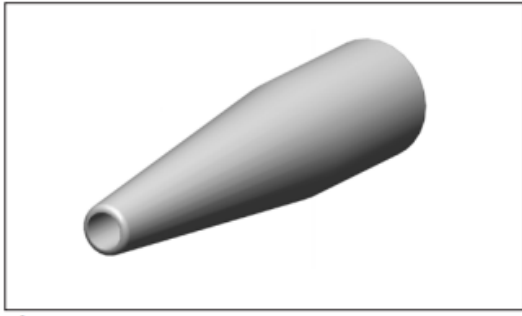

图 6
1. 所提供的锥形件可用于连接冷却管和单元管。图 6 和图 7